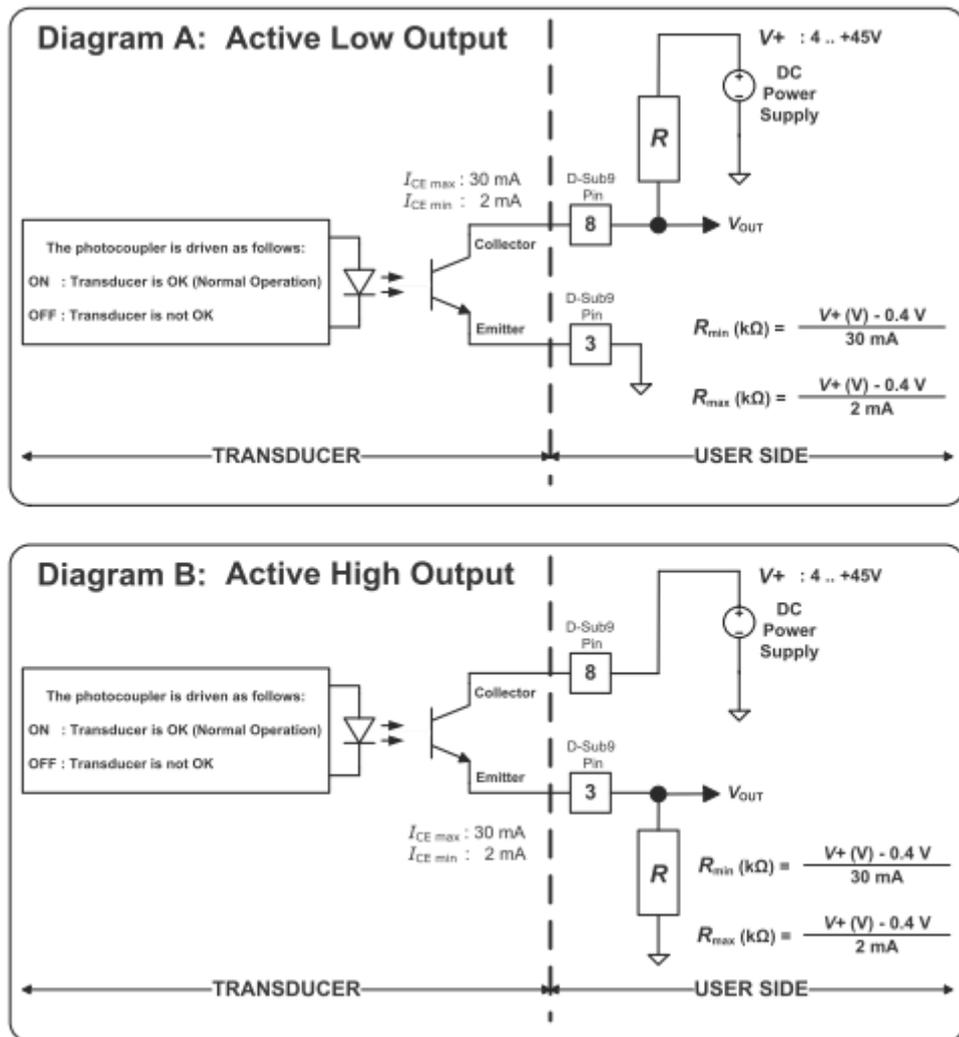

图 6.状态指示电路连接示意图
- 信号输出 V_{out} （D-SUB 连接器针脚 3 和 8 之间的状态输出）会在 $V+$ 和 GND 间切换，输出极为三极管开通和关闭，按照外围连接电路的不同，输出高低电平信号。具体的连接电路见图 6。
按照外接电路的不同，D-SUB 连接器针脚 3 和 8 之间的输出 V_{out} 也会不同，具体的外接电路参见图 6。具体的电阻值可以参见相应的规格中的定义。